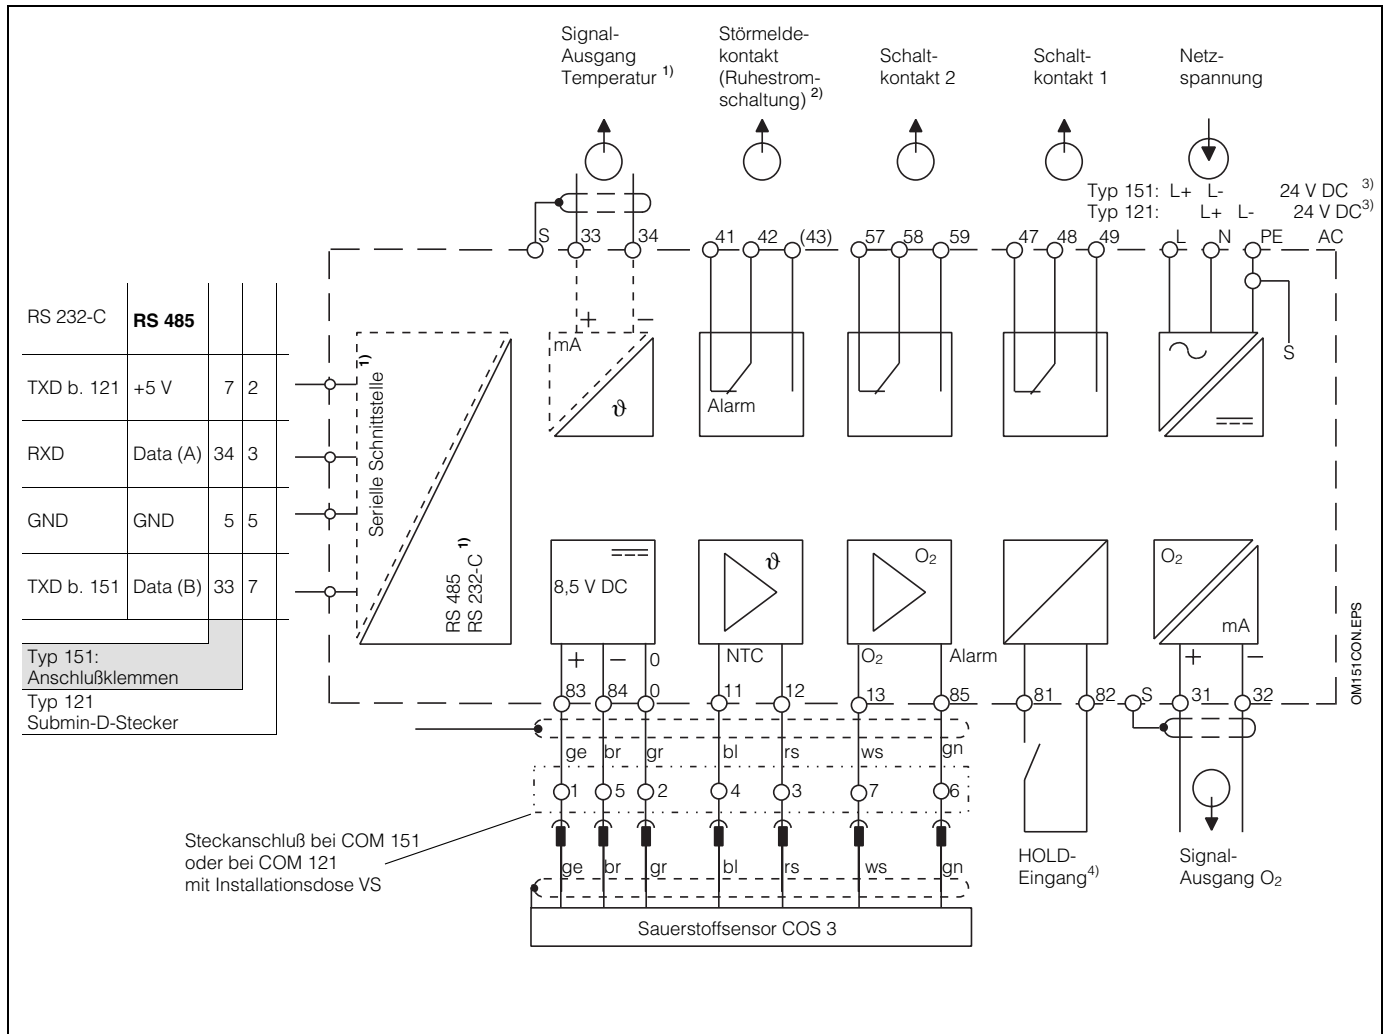

Bild 4.11: Elektrischer Anschluß Mycom COM 121/151
- Geräteanschluß gemäß Anschlußplan durchführen (siehe Bild 4.11).